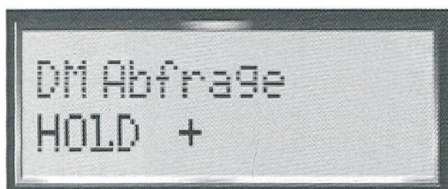

Bild 4. Das Dienstmerkmal «Halten» (HOLD) steht an dem Anschluss zur Verfügung.
In der Regel verläuft der automatische Anschluss test erfolgreich, und man kann über die Telefontaste des Argus 2U sofort eine Telefonverbindung zu einer Rufnummer aus dem Rufnummernspeicher aufbauen und damit überprüfen, ob das Dienstmerkmal «Gebührenanzeige» während oder am Ende der Verbindung verfügbar ist. Weitere Dienstmerkmale wie Rufnummernanzeige bzw. -unterdrückung (CLIP, CLIR, COLP, COLR), Halten (HOLD, Bild 4), Umstecken am Bus (TP) oder Anrufweiterschaltung (CFU) werden durch automatisierte Testroutinen geprüft, sodass der Anwender sich nicht mit den Details dieser Dienstmerkmale auseinandersetzen muss. Die Tests geben an, ob das Dienstmerkmal verfügbar ist (+) oder nicht (-). Die Nutzung des Dienstmerkmals ist dann Sache des Kundenendgerätes.